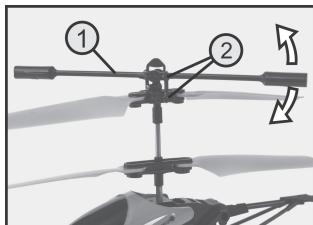

Bild 7
Bewegen Sie die Fliehgewichtstange an einer Seite von Hand auf und ab (siehe Pfeile in Bild 7) und prüfen Sie dabei die Leichtgängigkeit der Kugelgelenke (2).